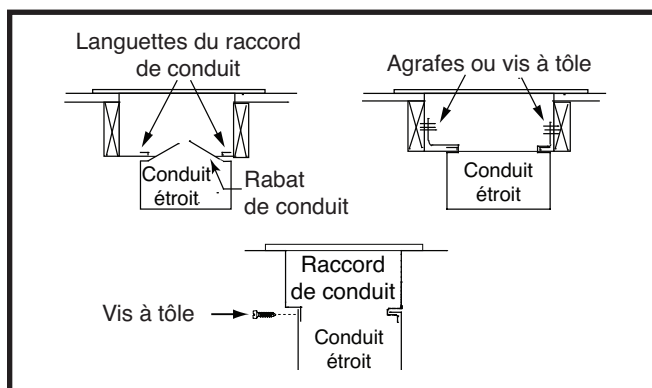

Figure 13. Conduits étroits
4. Pliez les languettes inférieures du raccord de conduit vers le haut et serrez-les le plus possible contre le conduit d'alimentation en air. Voyez la Figure 13 \(page 8\).